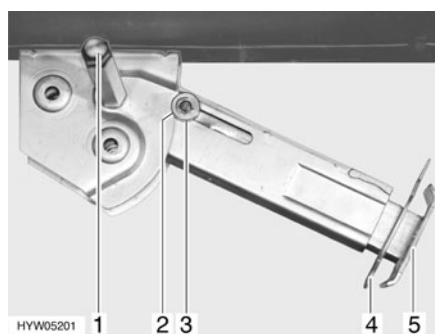

Fig. 31 Apoyo de elevación
- Colocar la llave de vaso en el hexágono (Fig. 31,1) y girarla hasta que el apoyo de elevación quede verticalmente hacia abajo.
- Extraer la clavija hendida (Fig. 31,4) de la prolongación del pie de apoyo (Fig. 31,5).
- Colocar la llave de vaso en el hexágono (Fig. 31,1) y girarla hasta que el apoyo de elevación esté de nuevo libre del suelo.
- Introducir totalmente la prolongación del pie de apoyo (Fig. 31,5) e introducir la clavija hendida (Fig. 31,4) en el orificio previsto para ello que hay en la prolongación del pie de apoyo.
- Girar con la llave de vaso en el hexágono (Fig. 31,1) hasta que el apoyo de elevación bascule hacia arriba y la arandela de guía (Fig. 31,3) esté totalmente introducida en la entalladura (Fig. 31,2).